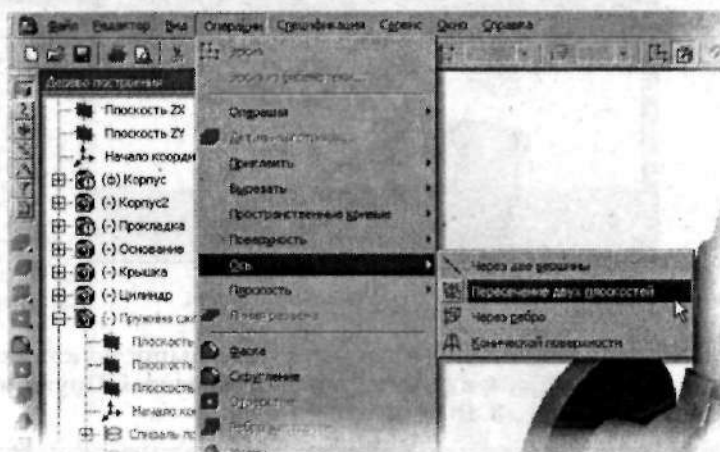

Рис. 3.43. Для построения оси выберите соответствующий пункт из Главного меню
19. Выберите из Главного меню пункт **Операции | Ось | Пересечение двух плоскостей** (рис. 3.43).